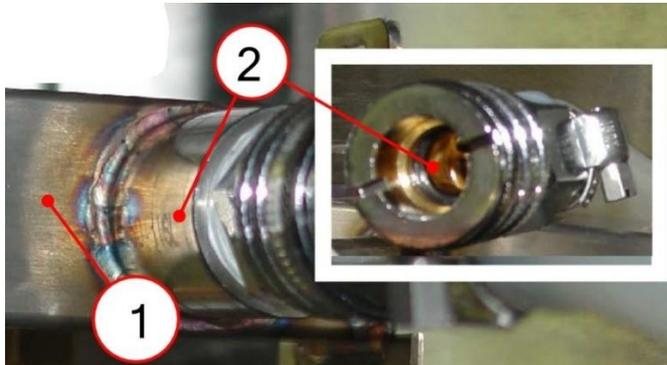

Fig9
- Vérifier le bon raccordement du coupleur a la nourrice. (Fig9)
- Désaccoupler le raccord de la pompe à filtration. (Fig9)